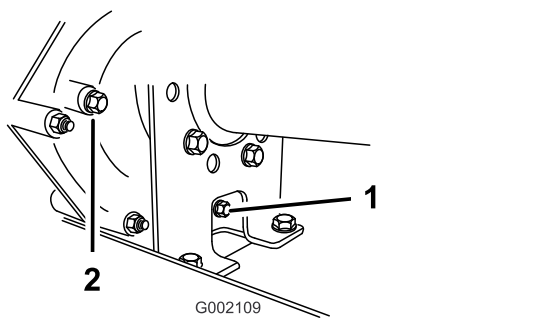
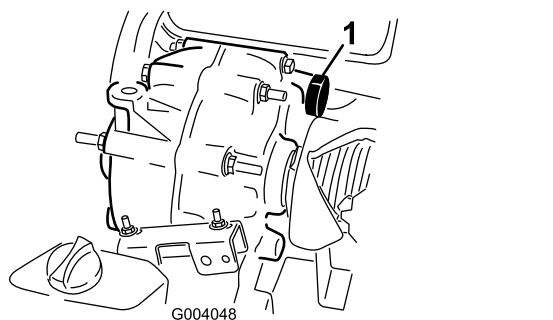

Figura 56
Figura 57
2. Limpe a área em torno dos tampões de enchimento e escoamento com um trapo (Figura 56).
- Retire o tampão de enchimento rodando-o para a esquerda (Figura 56).
- Retire o tampão de escoamento rodando-o para a esquerda (Figura 56).
- Coloque e aperte o tampão de escoamento e a junta no orifício do tampão de escoamento da transmissão (Figura 56).
- Encha o reservatório (Figura 57) através do orifício do tampão de enchimento com aproximadamente 1,4 litros do óleo especificado ou até o nível de óleo na transmissão estar alinhado com a parte inferior das estrias (Figura 56).
- Coloque a aperte o tampão de enchimento e a junta no orifício do tampão de enchimento da transmissão (Figura 56).
- Verifique o nível de fluido e adicione mais fluido, se o nível estiver abaixo das estrias do orifício do tampão de enchimento (Figura 56).